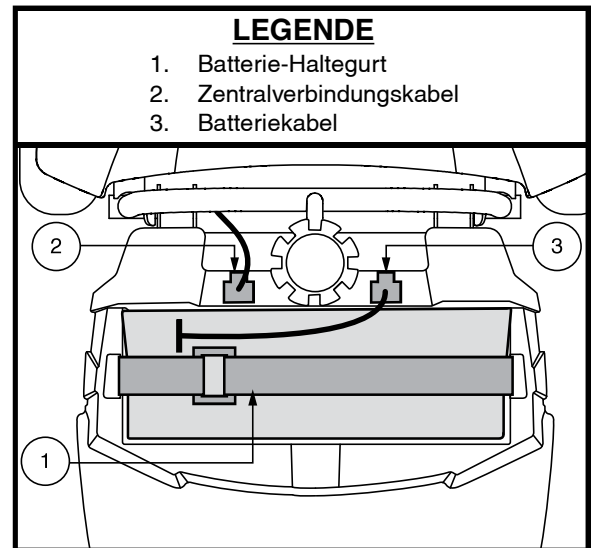

Abb. 22. Batterie-Haltegurt
1. Trennen Sie das Batteriekabel ab und entnehmen das Batteriepack aus dem Elektromobil. **Siehe Abb. 22.**
2. Trennen Sie die Batteriekabel ab und öffnen den Haltegurt. Nehmen Sie das Batteriepack dann aus dem Elektromobil. **Siehe Abb. 22.**